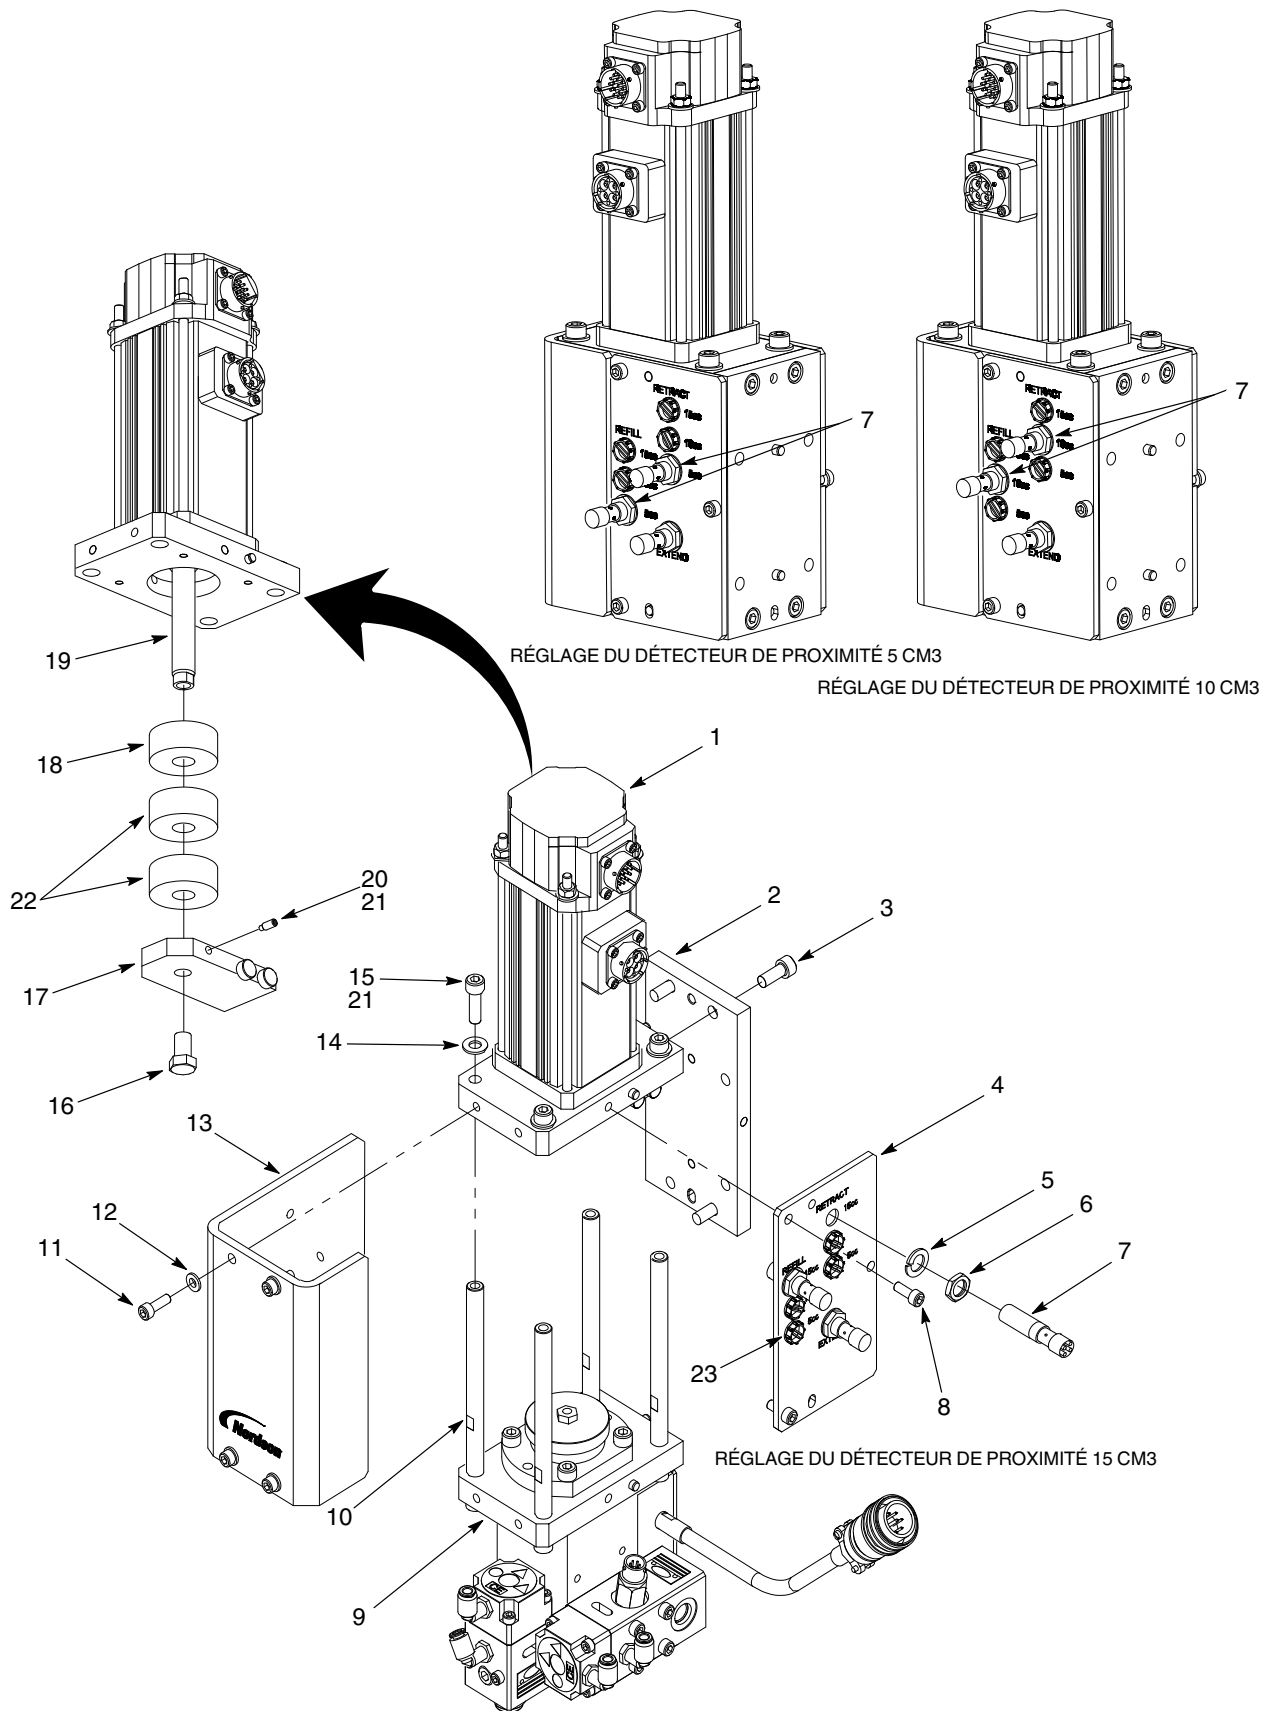
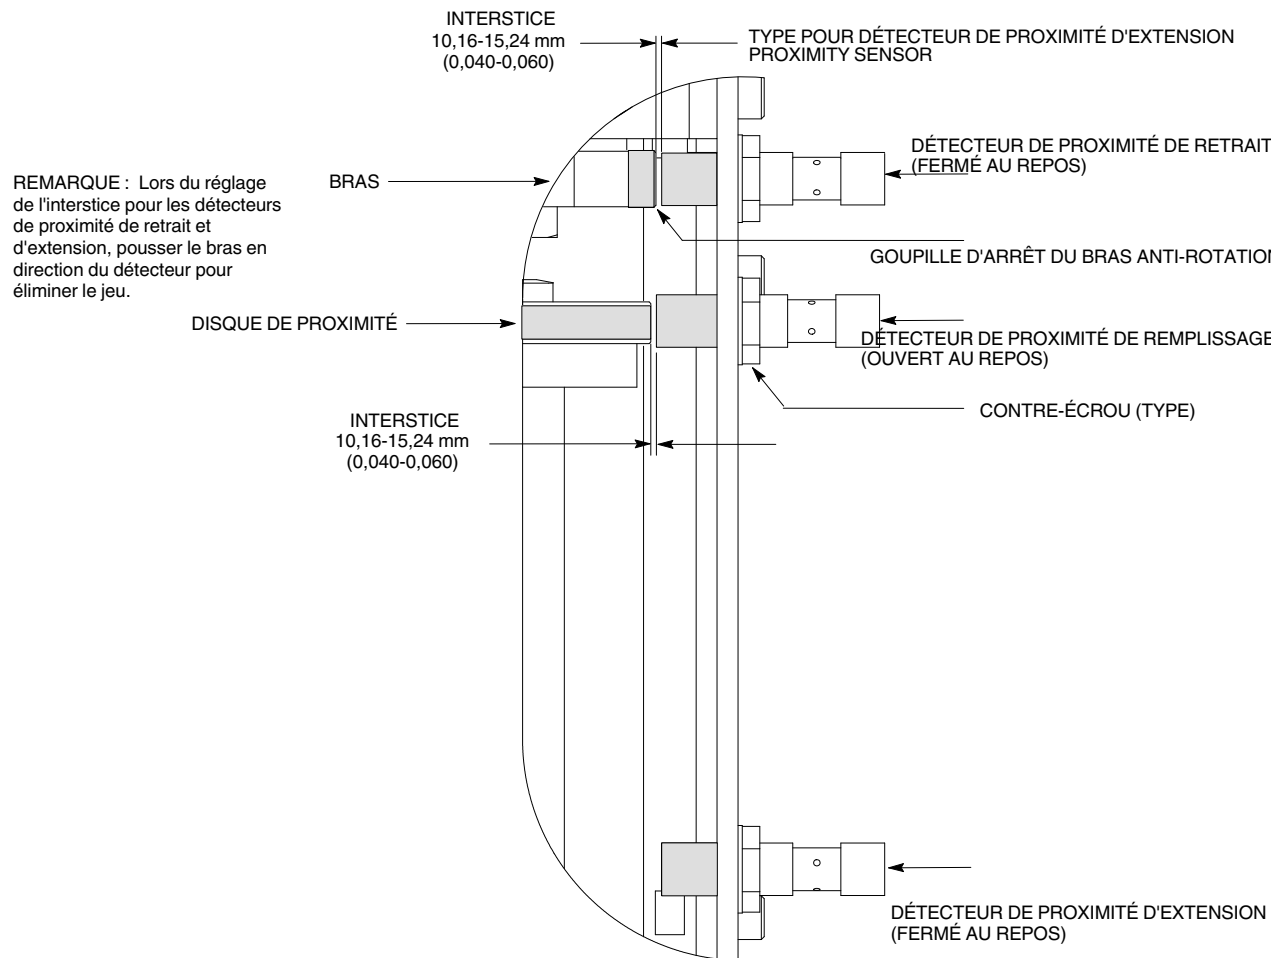

Figure 10 Réparations sur l'actionneur linéaire et le détecteur de proximité
Figure 11 Réglage du détecteur de proximité
Voir la Figure 10 et procéder comme suit pour remplacer l'actionneur linéaire.
1. Voir la figure 10. S'assurer que l'actionneur linéaire (1) se trouve en position déployée pour que l'arbre (19) soit exposé.
2. Retirer les vis (11) et les rondelles (12) qui fixent l'enveloppe de protection (13) à l'actionneur linéaire (1) et à la bride du boîtier (9).
3. Retirer la vis (16) du bras anti-rotation (17). Desserrer les vis de blocage (20) et retirer le bras anti-rotation de l'arbre (19).
4. S'assurer qu'un joint torique est monté dans chaque entretoise en aluminium (22). Monter les entretoises en aluminium sur l'arbre (19) :
- a. Monter le bras de torsion (17) sur l'arbre (19) à l'aide de la vis (16). Serrer la vis à la main.
- b. Appliquer de la Loctite 242 (21) sur les filets des vis de blocage (20). Poser la vis de blocage sur le bras anti-rotation (17). Serrer les vis de blocage à la main.
- c. Serrer la vis (16) à 13,5 N•m (10 ft-lb). Serrer les vis de blocage (20) à 4 N•m (35 in-lb).
6. Réinitialiser chaque détecteur de proximité (7) :
1. Voir la figure 10. Débrancher le câble du détecteur de proximité (7).
2. Retirer les vis (11) et les rondelles frein (12) qui fixent l'enveloppe de protection (13) à l'actionneur linéaire (1) et à la bride du boîtier (9).
3. Desserrer le contre-écrou (6). Retirer le détecteur de proximité (7), le contre-écrou (6) et la rondelle frein (5) de la plaque de détection de proximité (4).
4. Poser le contre-écrou (6) et la rondelle frein (5) sur le nouveau détecteur de proximité (4).
1. Voir la figure 11. Étendre ou rétracter l'actionneur linéaire jusqu'à ce que la goupille d'arrêt du bras anti-rotation se trouve directement derrière le détecteur.
5. Voir la figure 10. Monter l'enveloppe de protection (13) sur l'actionneur linéaire (1) et la bride du boîtier (9) à l'aide des rondelles (12) et des vis (11). Serrer fermement les vis.
1. Voir la figure 11. Déployer le bloc plongeur jusqu'à ce que le disque de proximité se trouve directement derrière le détecteur de proximité.
3. Brancher le câble au détecteur de proximité (7).
4. Voir la figure 10. Monter l'enveloppe de protection (13) sur l'actionneur linéaire (1) et la bride du boîtier (9) à l'aide des rondelles (12) et des vis (11). Serrer fermement les vis.